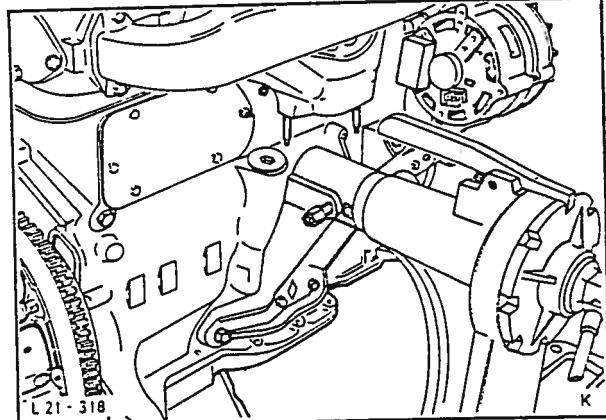

Fig. 37 Monter motoren til stativet ved bruk av motorens festeaneordning.
1. Fest motoren på monteringsbraketten med spesialverktøy 21-081 og universalspindelen 21-023, fig. 37.